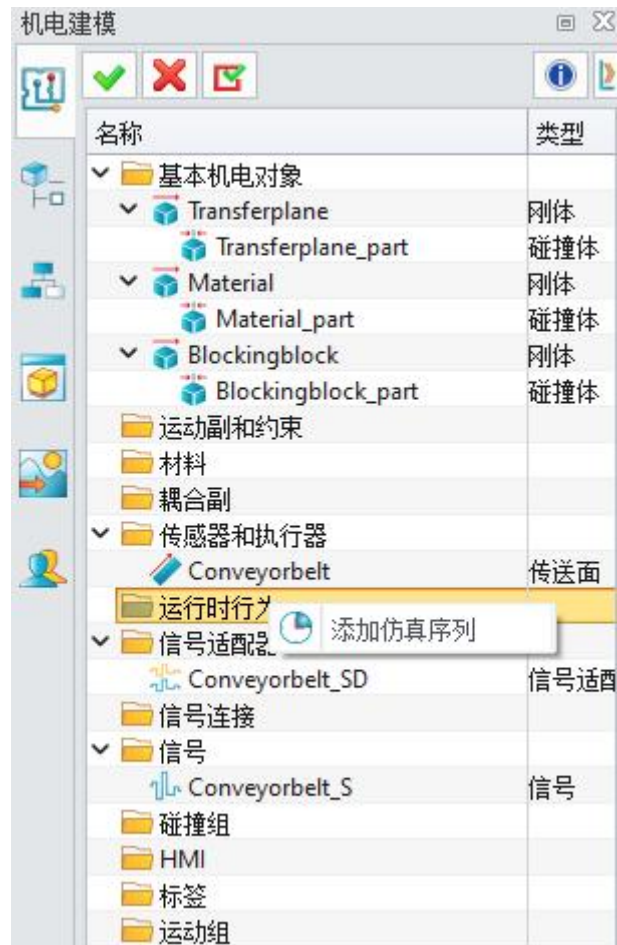

图 6-17：添加仿真序列
- 单击“运行时行为”，右键单击并选择“添加仿真序列”。（图 6-17）